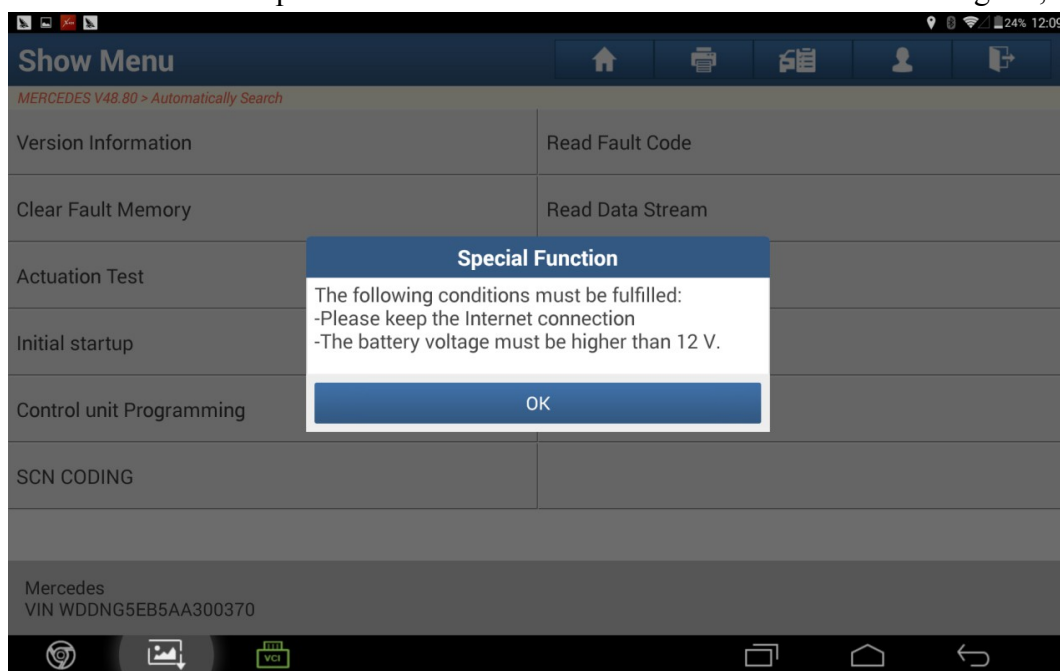

Fig. 19
19. Cliccare su "Si" dopo aver effettuato la connessione Internet. Vedere la Fig. 19;